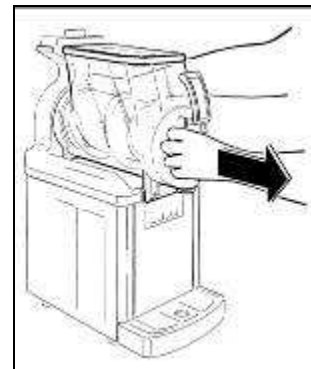

Abb. 17
- Ziehen Sie den Behälter nach vorne aus seinem Sitz heraus (Abb. 17).